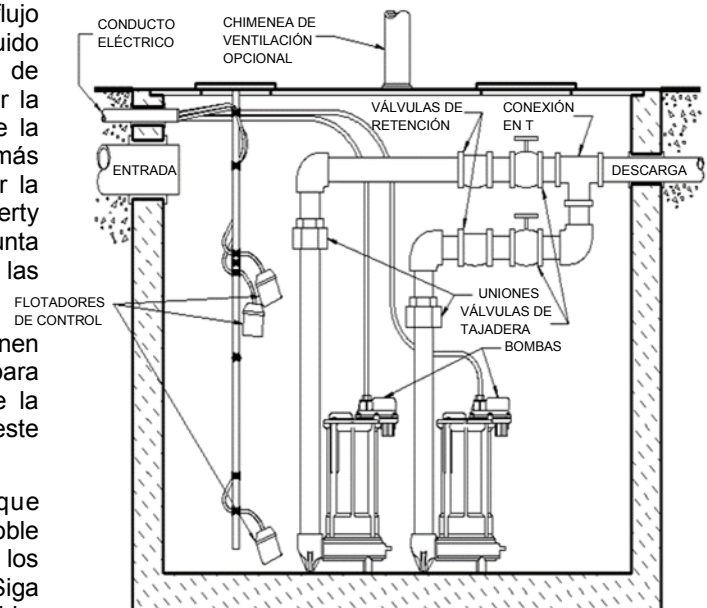

Fig. 3 – Instalación típica de sistema doble
- B. **Sistemas doble (dos bombas) (consulte la fig. 3):** Coloque ambas bombas en su lugar, al fondo de la fosa. El control doble usado incluirá 3 o 4 flotadores que estarán atados a uno de los tubos de descarga o a una varilla o soporte independiente. Siga las instrucciones provistas con su dispositivo de control doble. Cada uno de los flotadores debe tener libertad de movimiento en su recorrido y no hacer contacto con el cuerpo de la bomba, la tubería u otros objetos. Conecte un tubo de descarga individual a cada bomba.